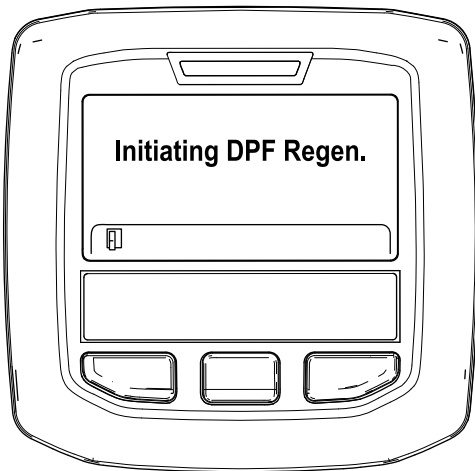

Figura 47
A. Aparece el mensaje “Initiating DPF Regen.” (Iniciar restauración del FPD) (Figura 47).